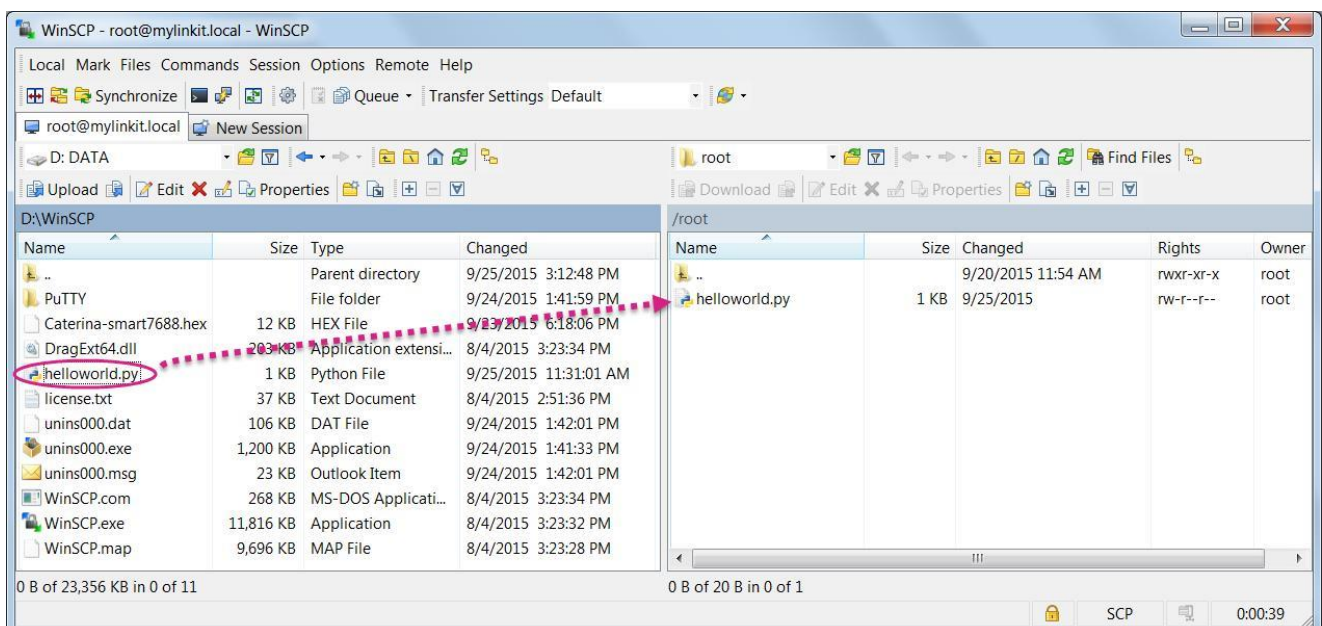

图 35 使用 WinSCP 传输文件
- c) 在左侧窗格（您的计算机）上找到要传输的文件，并将其拖动到右侧，如图 35 所示。